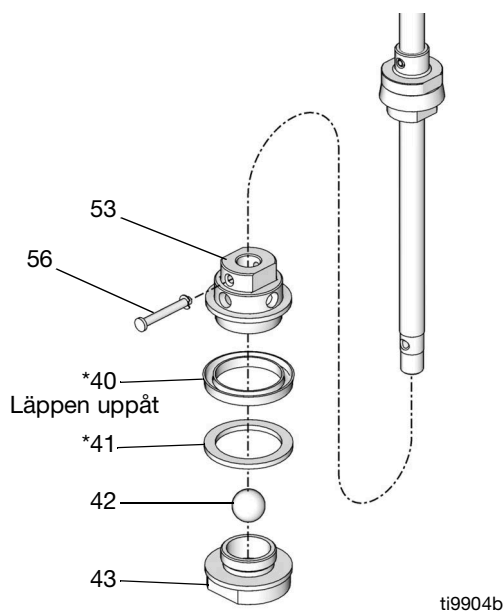

FIG. 20
9. Ta bort stiftet (56). Avlägsna kolventilen. Skruva av kolventilen (43) från kolvhylsan (53). Avlägsna slitagering (41*), packbox (40*) och kula (42). Kontrollera alla delar och se efter om de är skadade. Se FIG. 20.